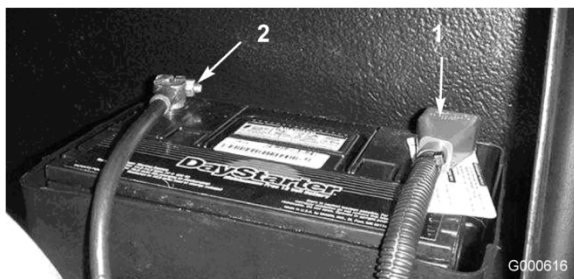

Figura 39
5. Collegate il cavo positivo (rosso) al terminale positivo (+) e il cavo negativo (nero) al terminale negativo (-) della batteria (Figura 39). Fissate i cavi ai poli con viti a testa cilindrica e dadi. Verificate che il terminale positivo (+) sia completamente sul polo, e che il cavo sia posizionato in modo aderente alla batteria. Il cavo non deve toccare il coperchio della batteria. Fate scorrere la guaina di gomma sul morsetto positivo per evitare un cortocircuito.